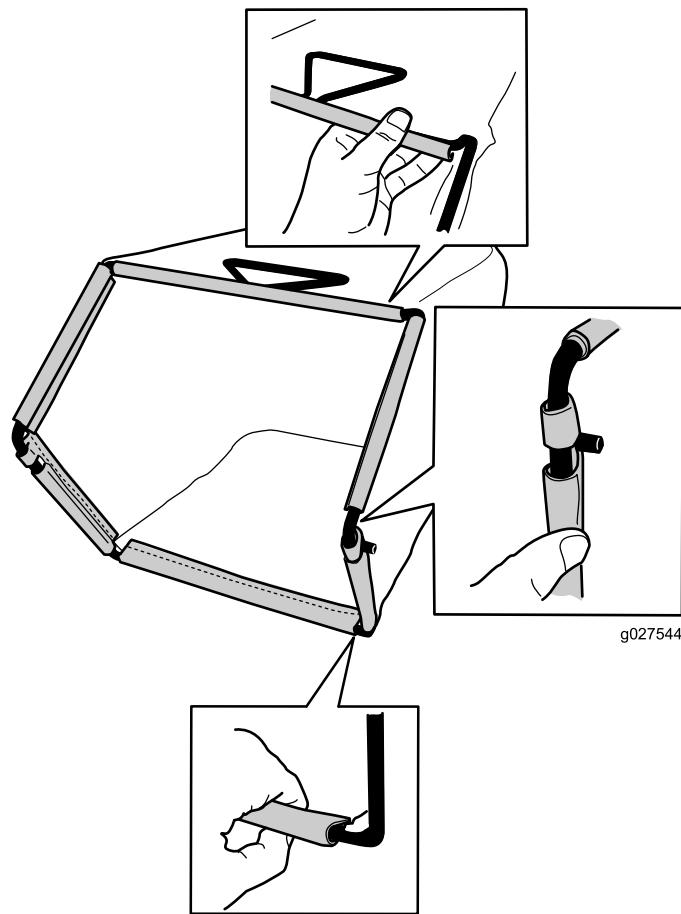

Figura 8
3. Agganciate i canali superiore e laterali del cesto rispettivamente sulle parti superiore e laterali del telaio (Figura 8).
2. Agganciate il canale inferiore del cesto sul fondo del telaio (Figura 8).